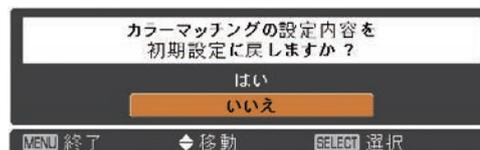

図 2
- ① [SELECT] ボタンを押すと右図 2 を表示します。